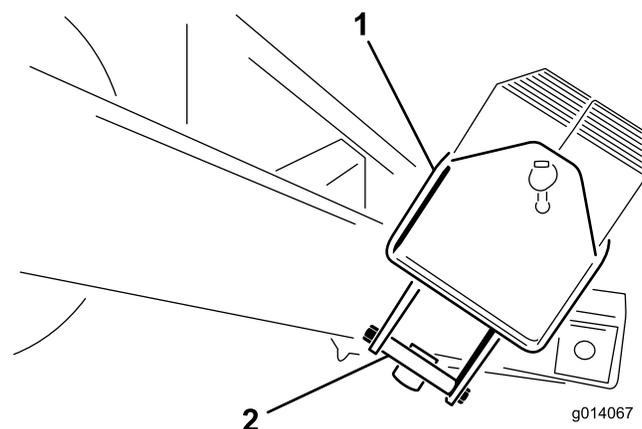

Рисунок 5
2. Выверните болты на 1/2 x 5-1/2 дюйма из монтажного кронштейна, фиксирующего ящик для грузов. Удалите в отходы монтажные кронштейны (Рисунок 5).